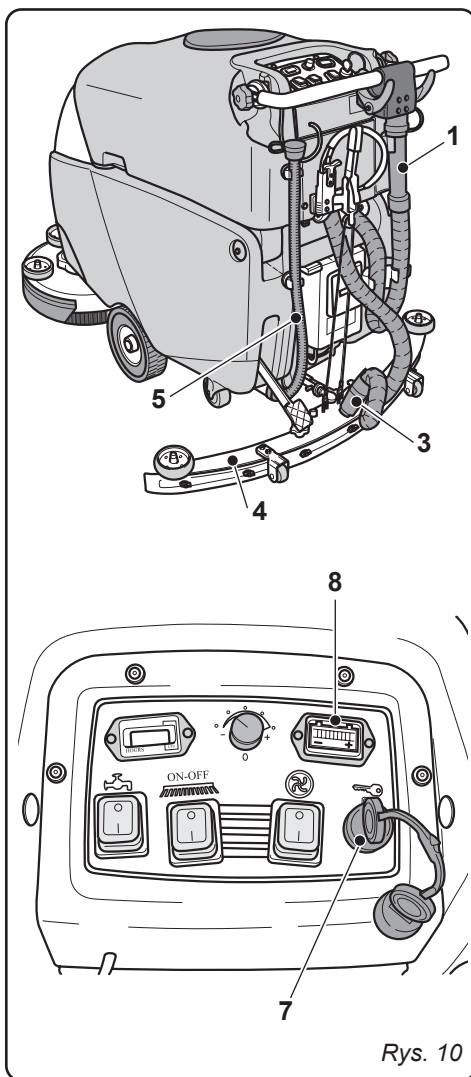

Rys. 9
7.1 NAPEŁNIANIE ZBIORNIKA (Rys. 9)